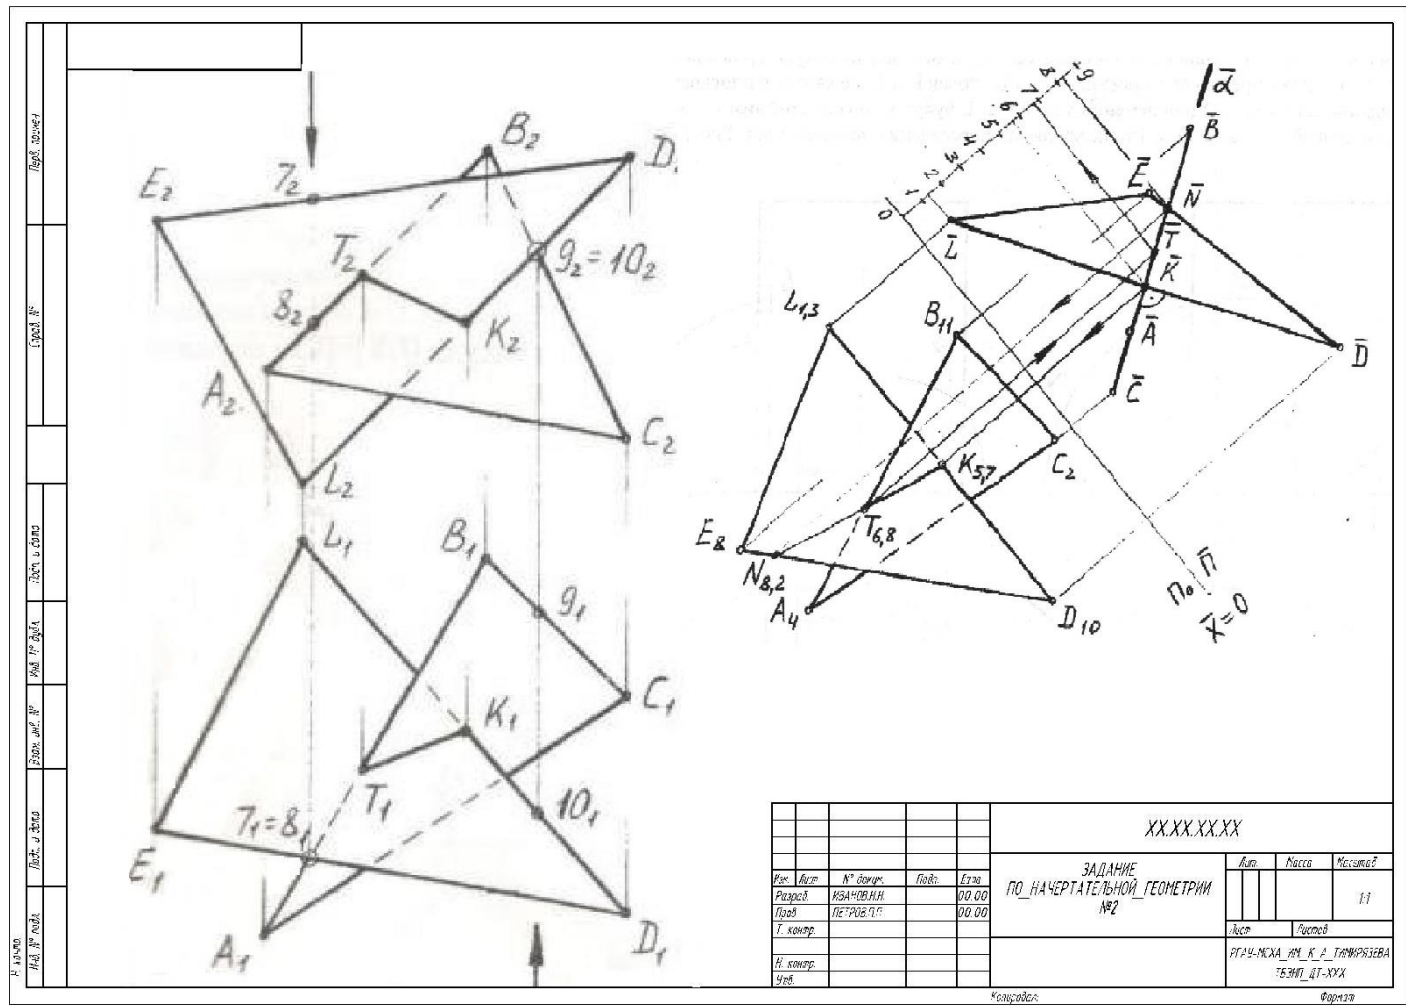

Рис. 2. Образец выполнения задания №2 по теме «Взаимное пересечение плоскостей»
**Тема 2:** «Главные позиционные задачи, алгоритмы их решения». (рис.2)